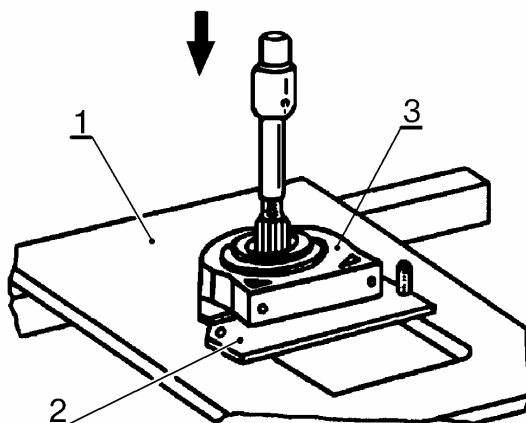

Рис.14. Снятие опоры карданного вала:
- установить карданный вал на стол 1, рис.14, прессы с плитой 2, как показано на рисунке, и спрессовать опору 3 в сборе с подшипником и отражателями (пресс типа 2135-1М ГАРО, плита 67.7822-9524);